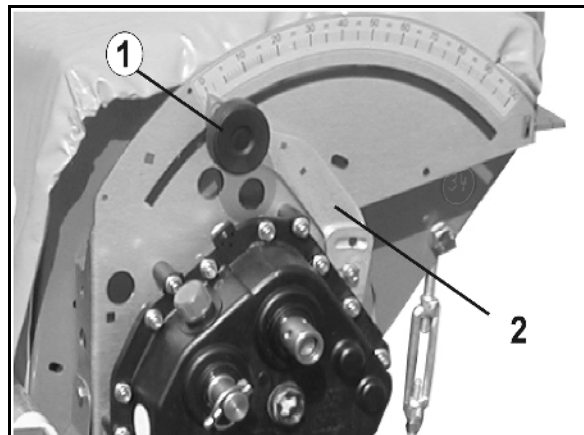

Fig. 34
1. Arretierknopf (Fig. 34/1) des Getriebestellhebels lösen.
2. Zeiger des Getriebestellhebels (Fig. 34/2) auf die gewünschte Getriebeeinstellung schieben.
3. Arretierknopf (Fig. 34/1) festziehen.